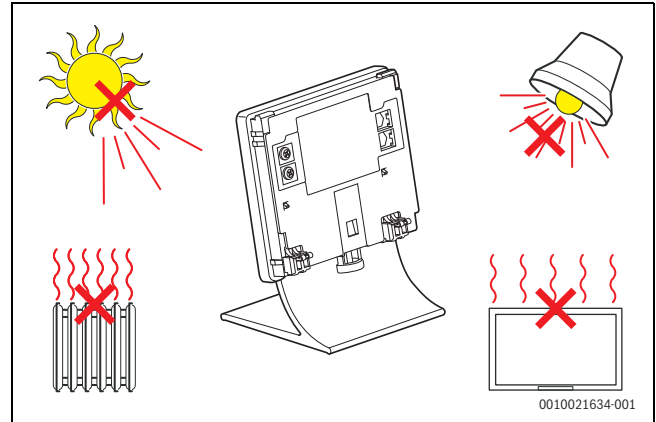

Fig. 2 Instalar el soporte de mesa, criterios
- ▶ Evitar altas temperaturas, humedad y un entorno con mucho polvo en suspensión (→ fig. 2).